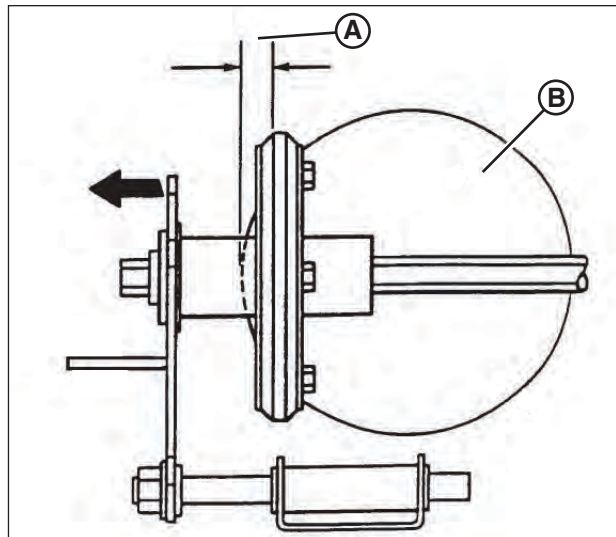

Figura 28: Ajuste adecuado del disco impulsado
3. Deslice el conjunto del disco impulsado 3,2 mm (**A**, **Figura 28**) desde el borde exterior del disco de transmisión (**B**).